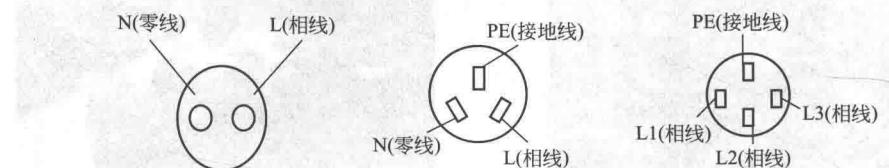

图 1-28 测量插座
④ 用验电笔分别测量墙壁上照明的两孔插座、三孔插座和四孔插座观察氖管的发光情况如图 1-28 所示，结果填入表 1-1 中。